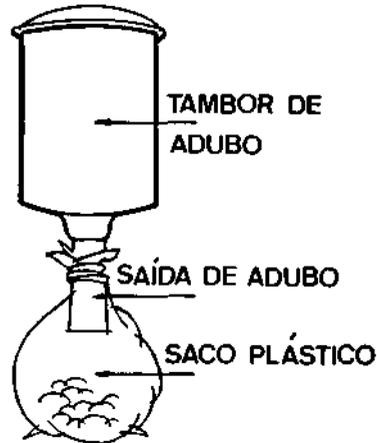

fig. 13
- d) Ponha um saco plástico em cada saída de adubo e regule os registros de saída (fig. 13).